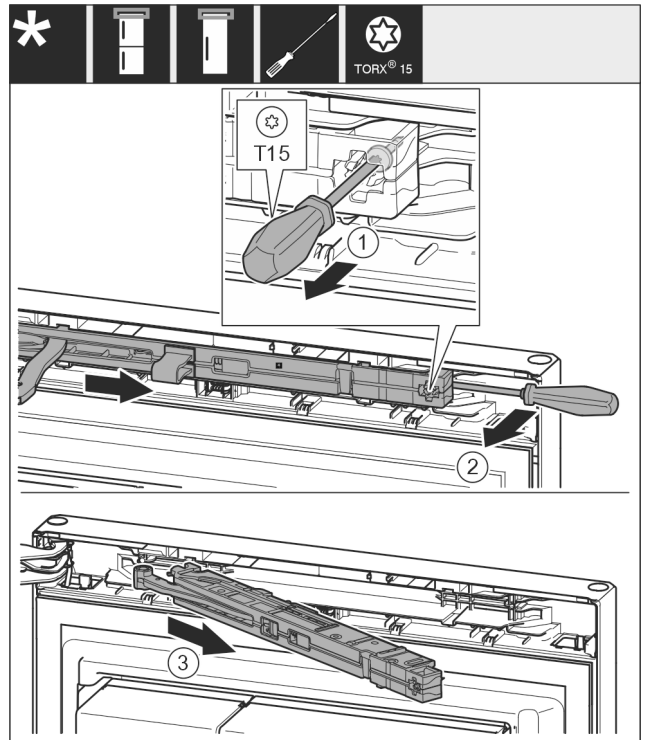

Fig. 10
- Atskrūvējiet durvju amortizatora mezgla skrūvi ar skrūvgriezi T15 apm. 14 mm. Fig. 10 (1)
- Ievietojiet skrūvgriezi no roktura puses aiz durvju amortizatora mezgla un pagrieziet mezglu uz priekšu. Fig. 10 (2)
- Izvelciet durvju amortizatora mezglu. Fig. 10 (3)